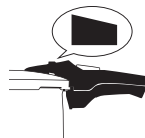

Fig. 13
2. Când indicatorul de presiune se află în poziția inițială și acul nu mai este vizibil, toată presiunea a fost eliberată din oala sub presiune și o puteți deschide (Fig. 13).